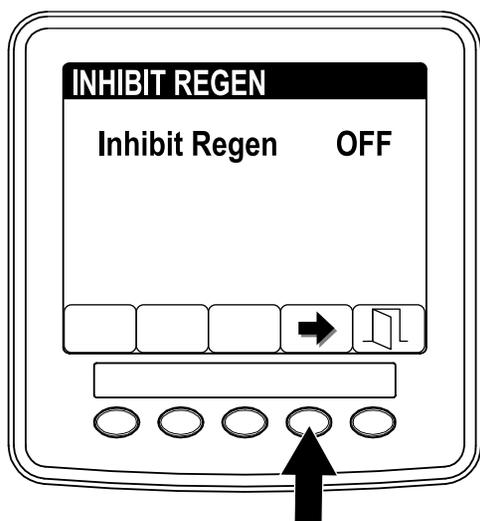

図 13
3. ボタン 4 を使って、不許可設定を ON から OFF 図 13 または OFF から ON に変える。